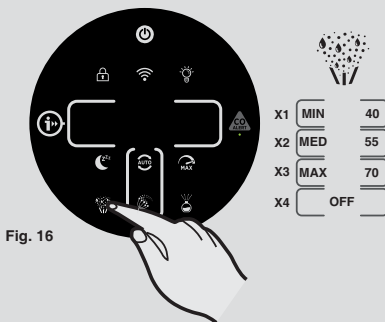

Fig. 16
**Función del humidificador: [Fig. 16]**